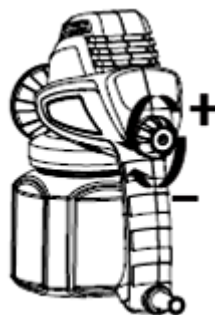

Рис.4
4. Нажмите выключатель краскопульты и вращайте регулирующую ручку (Рис.4) до тех пор, пока не получите требуемую интенсивность распыления и конус распыла не будет иметь желаемую ширину. Туман распыла должен быть однородным, мелкодисперсным, без капель.